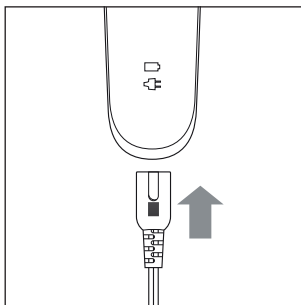

Fig. 1
- 2) Conecte el conector coaxial **9** del adaptador de red **8** en el aparato (consulte la fig. 1).
- 2) Conecte el conector coaxial ❸ del adaptador de red ❷ en el aparato (consulte la fig. 1).
- 3) Conecte el enchufe del adaptador de red ❷ en una toma eléctrica accesible (100-240 V ~, 50/60 Hz).
- 4) Ajuste el interruptor de encendido/apagado I/O ❹ en la posición I para encender el aparato.